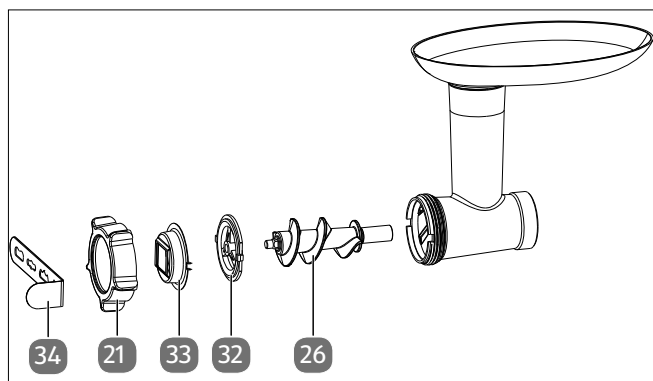

Fig. 17 – Accessori per preparazione di biscotti
- ▶ Per la realizzazione di biscotti con l’impasto per biscotti, montare in sequenza il supporto e la trafila per biscotti nonché la guida elicoidale per trafila per biscotti come mostrato (vedere Fig. 17).